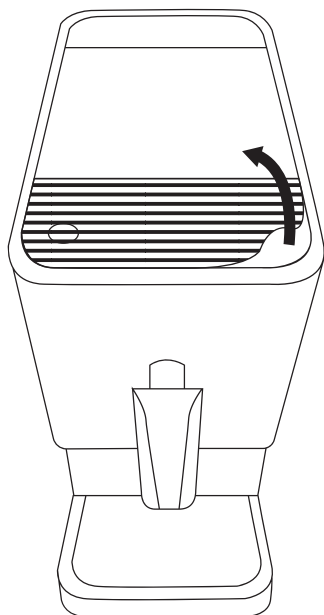

Fig 0.1
- **Retire cualquier película protectora, adhesivos y cualquier otro material de embalaje del aparato.** (Fig 0.1)
- Inserte la bandeja de goteo externa (1). Lleva imanes para facilitar montaje. Asegúrese de que esté acoplada correctamente.